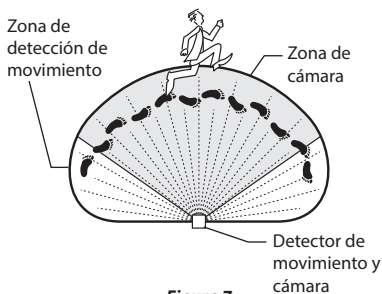

Figura 7
7. Camine por el área de cobertura observando dónde se encuentra cuando se encienden las luces. Además, el indicador LED detrás de la lente del detector de movimiento se iluminará en azul cuando detecte movimiento (vea la Figura 7). *Nota:* el LED azul se